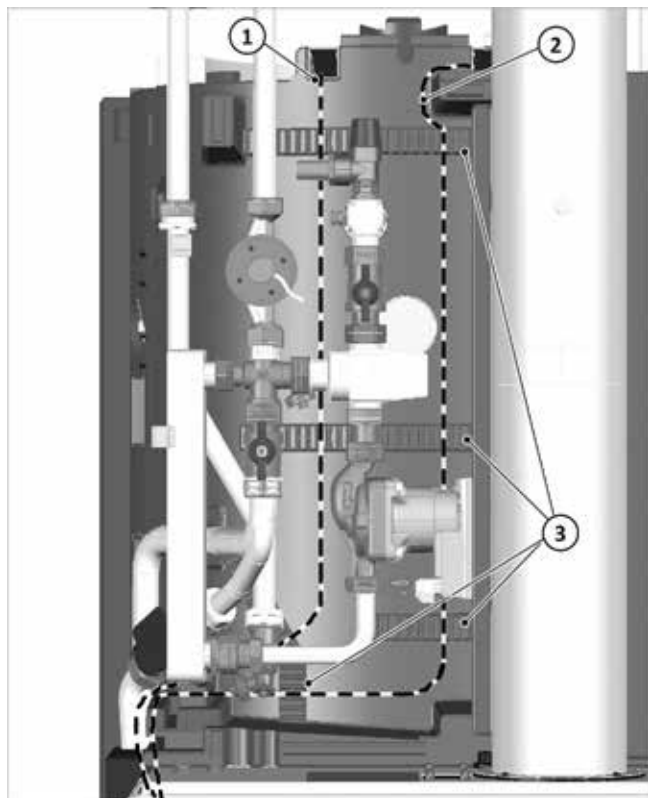

Fig. 13 : guidage de la conduite à travers l'isolation de la station d'eau chaude
2. Tirer la rallonge du câble d'alimentation de façon identique à la rallonge du signal/dispositif de commande à travers la station d'eau chaude, la fixer en formant une boucle près du boîtier du module d'alimentation, voir (→ Fig. 13 (2)).